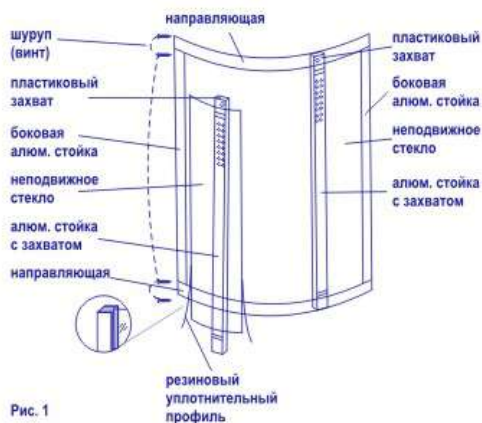

Рис. 1
1. Равномерно нанести необходимое количество герметика на место примыкания. (Рис. 1)